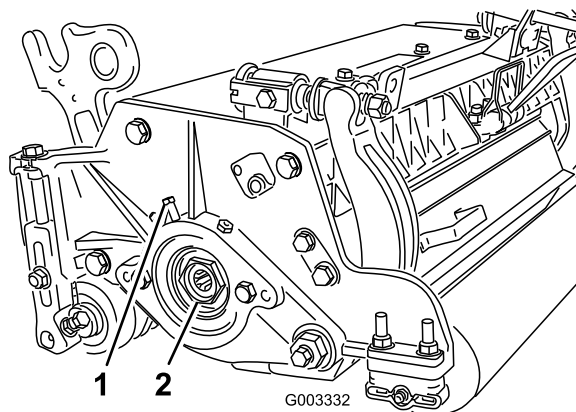

Bild 24
- A. Lösen Sie die externen Stellschrauben, mit denen die Einstellmutter des Lagers am Lagergehäuse links am Mähwerk befestigt ist (Bild 24).